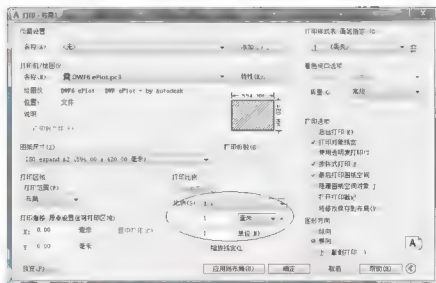

图 5.70 设置【打印-布局 1】对话框
(7) 打印出图。
① 将【视口】图层冻结。
② 右击【布局 1】,在快捷菜单中选择【打印】命令,打开【打印-布局 1】对话框,如图 5.70 所示,单击【确定】按钮即可打印图形。
- 由于前面在【页面设置管理器】内已经对打印设备、图纸尺寸和打印比例进行了设置，所以图 5.70 的【打印-布局 1】对话框内不需作任何设置。